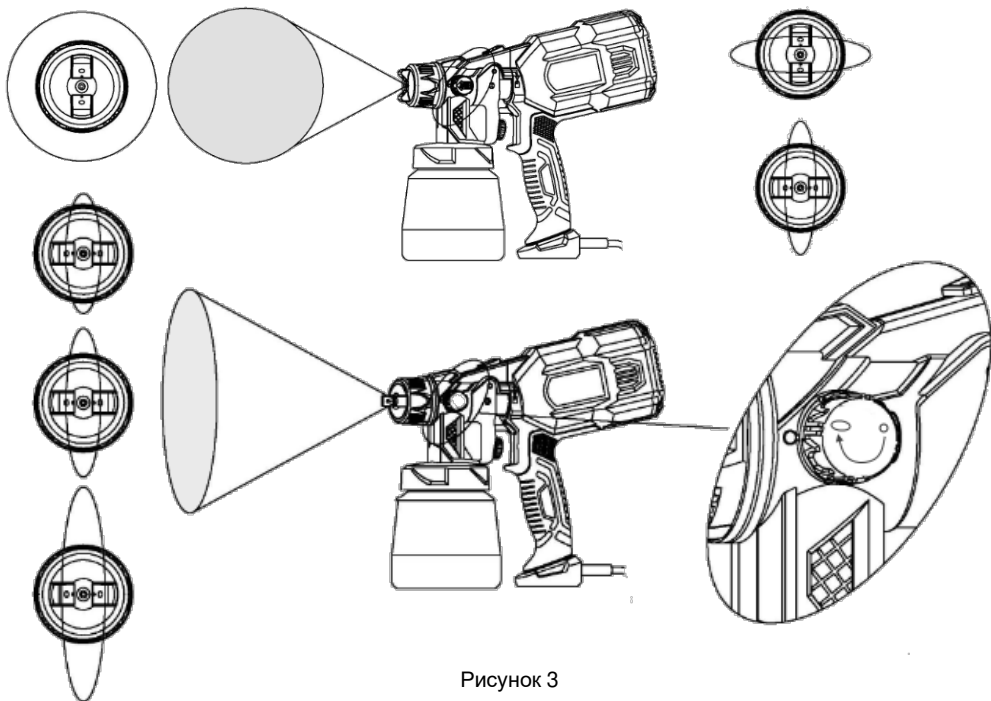

Рисунок 3
**4.8** Регулятором орієнтації факелу (2) оберіть необхідне положення (вертикальне або горизонтальне, дивіться рисунок 3).